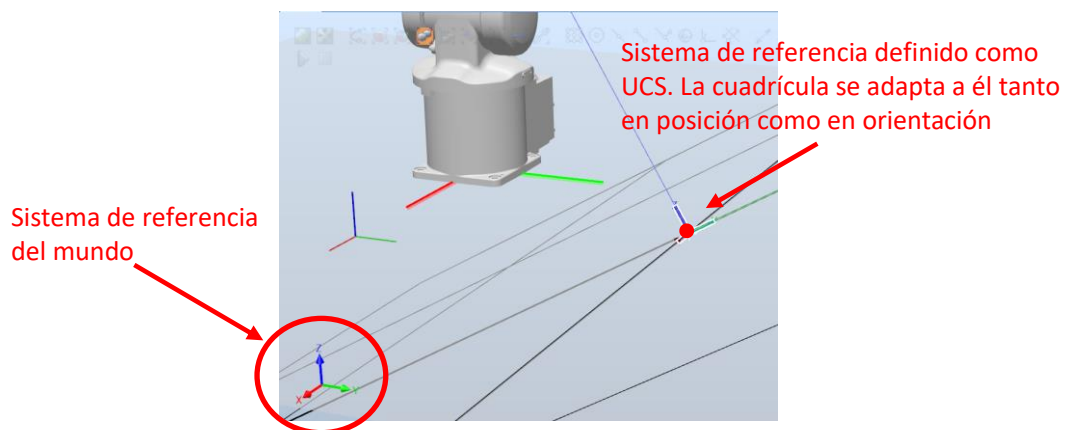

Figura 2. Sistema de coordenada definido como UCS.
- 5. Se pueden definir sistema de referencias adicionales para que la tarea del robot quede perfectamente definida. Crear un sistema de este tipo (*Posición Inicial* → *Base de coordenadas* → *Creación de sistemas de coordenadas*) cuya orientación sea diferente al sistema de coordenadas de la base. Al crearlo, marcar la opción *Seleccionar como UCS* (UCS: User Coordinate System). Esto implica que la cuadrícula del suelo se centrará en el origen del sistema y tendrá su orientación (Figura 2). Inicialmente el UCS coincide con el Sistema de referencia del mundo.